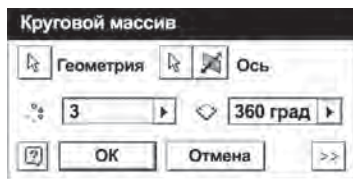

Рис. 20
- В панели «Массив» выбираем команду «Круговой массив». В диалоговом окне «Круговой массив» в группе «Геометрия» выбираем окружность  $\varnothing 6$  мм как элемент массива, за центр массива выбираем центр дуги окружности и количество элементов ставим равным 3 (рис. 20).